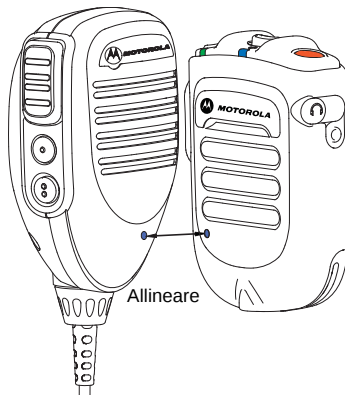

Figura 2.10: Accoppiamento del WSRM
- 2 Posizionare il puntino blu (punto di contatto per l'accoppiamento) sul WRSM entro un paio di centimetri dal puntino blu sul gateway per microfono mobile. Vedere la Figura 2.10.